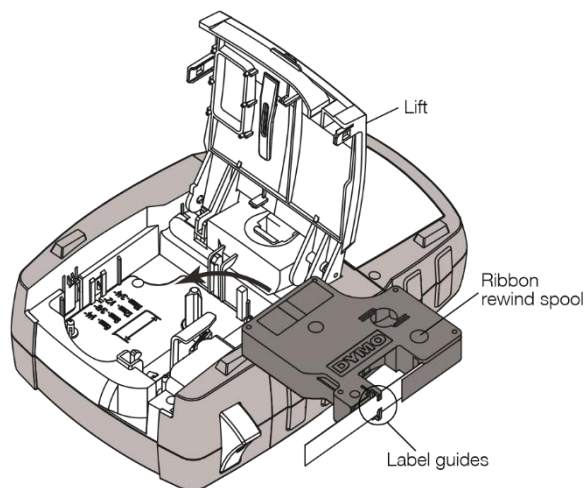

Figura 5
- 3 Introduceti caseta cu banda si ribonul acesteia pozitionate intre capul de imprimare si tambur. Vezi Figura 5.